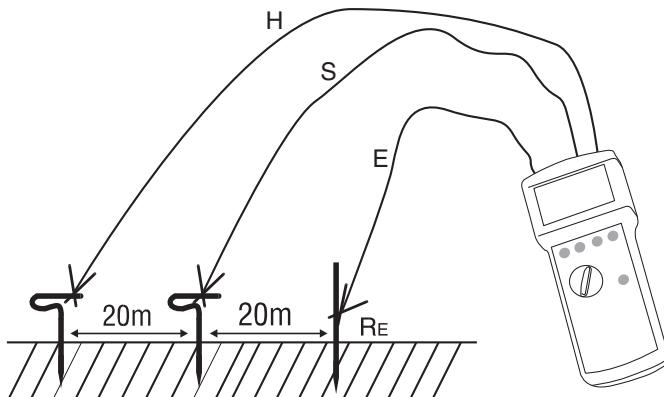
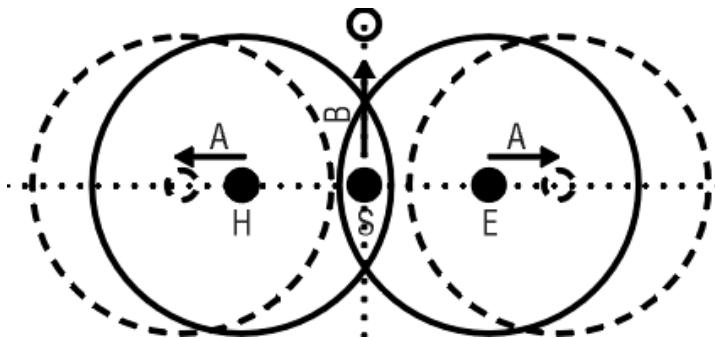

Figure 4 : mesure tripolaire
Figure 5 : cône de mesure
- 1) Agencez les piquets du conducteur de terre auxiliaire et de la sonde comme le montre la figure 4. Cette configuration peut également prendre la forme d'un triangle. La distance entre la sonde et le conducteur de terre d'une part, et le conducteur de terre auxiliaire d'autre part, doit être d'au minimum 20 m. Posez les fils soigneusement, veillez à ce qu'ils soient le moins parallèles possible, et qu'ils ne se croisent pas pour éviter les injections.
- 2) Reliez les lignes de mesure aux piquets de terre conformément à la figure 4.
- 3) Amenez le sélecteur de mode de mesure (13) sur la position « 3 pol ».
- 4) Réglez la tension de contact souhaitée par la touche « UL » (11).
- 5) Si vous le souhaitez, réglez la fréquence sur la sélection manuelle par la touche « auto/man » (16) et la fréquence de mesure par la touche « f1/f2 » (12).
- 6) Appuyez sur la touche « Start » (14).
- B: placez le piquet de terre de la sonde, comme illustré par la figure 5, sur un point de la droite situé hors du cône de tension, puis refaites la mesure.